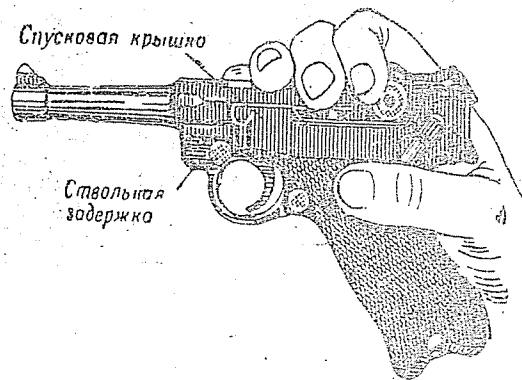

Рис. 39. Как отделить ствол со ствольной коробкой
2. Взять пистолет в правую руку, как показано на рис. 39 и оттянуть подвижные части назад.
8. Придерживая ствольную коробку (см. рис. 39), вставить спусковую крышку и повернуть ствольную задержку к спусковому крючку и вверх.